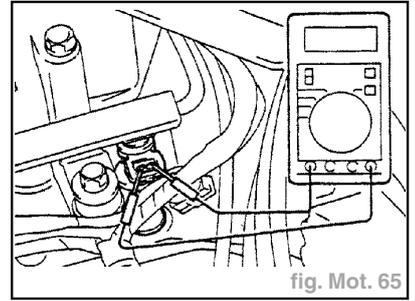

fig. Mot. 65
- Débrancher le connecteur d'injecteur (fig. Mot. 65).